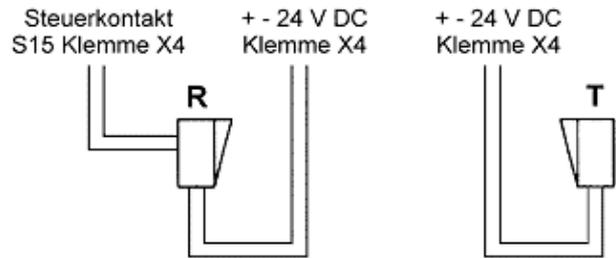

Abb. 10: Anschluss Lichtschranke
- Die Spannungsversorgung des Senders T und des Empfängers R mit Klemme 1–2 der Klemmleiste X4 verbinden (Abb. 10).